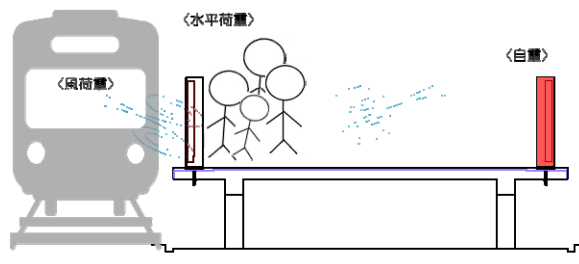

図1 設計の考え方
東京メトロではホームドア設置に当たり、「ホームドアの自重」「混雑時、お客様がホームドアに寄りかかる水平荷重」「ホームドアが列車風にさらされることによる荷重」を考慮し、ホームの補強の有無を検討している（図1）。また、検討の結果、ホームの補強が必要であると認められた駅に対し、原則、施工が安易で単価の安い①鋼材の柱による柱補強（写真2）を行う。また、補強工事完了後、他工事にて対象駅へ入った際、一目で補強を行っていることが確認でき、補強した箇所へ損傷を与えられる可能性が少ない①柱補強を通常用いている。ただ、ホームの形状・ホーム下の支障物等、状況により②ホーム床版の繊維補強（アラミド等）、③ホーム床版の鉄筋補強等、補強方法を変更している。②、③は、施工箇所がホーム上であるため当夜施工後、営業時間中の開放に向け養生を行う必要がある。また、実際に確保できる施工時間が少ない状況であり、お客様が通行することによる振動等も考慮し養生を行う必要がある。